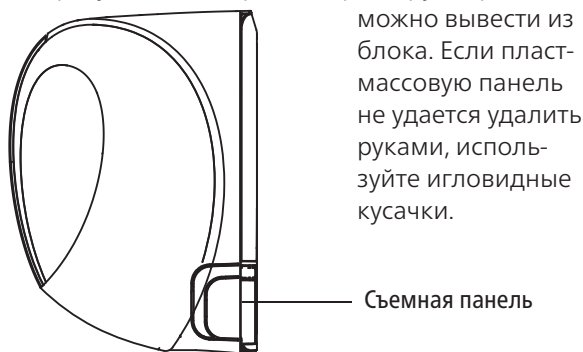

Рис. 3.3
2. Если отверстие в стене расположено за блоком, оставьте съемную панель на месте. Если отверстие в стене расположено сбоку от внутреннего блока, удалите съемную пластмассовую панель с соответствующей стороны блока (см. **рис. 3.3**). При этом образуется паз, через который трубопровод